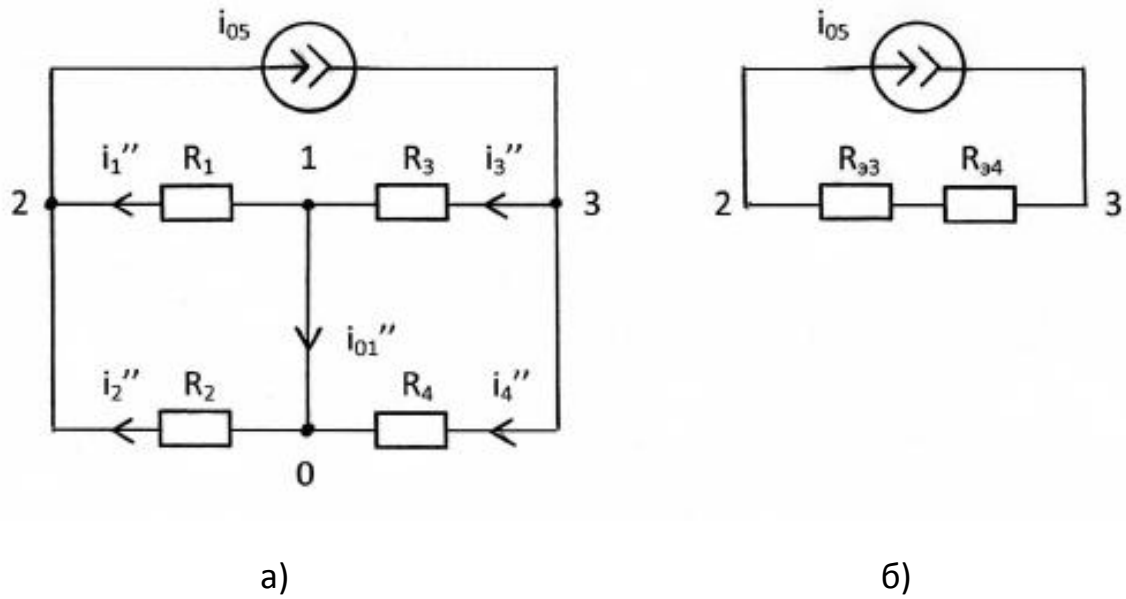

Рис. 2.12
**2.** Источник тока  $i_{01}$  в цепи оставлен, а источник напряжения удалён (рис. 2.12,а), т.е. вместо него показано короткое замыкание (провод). В схеме с одним источником на рис. 2.12 – источником тока с задающим током  $i_{01}$  вычисляем частичные токи  $i_1''$ ,  $i_2''$ ,  $i_3''$ ,  $i_4''$ ,  $i_{01}''$  путём эквивалентных преобразований схемы заданной цепи.
В схеме на рис. 2.12,а) резисторы  $R_1$  и  $R_2$  ( $R_3$  и  $R_4$ ) соединены параллельно, так как к ним приложено одно и то же напряжение  $u_{12}$  ( $u_{31}$ ).
Заменяем резисторы эквивалентным сопротивлением  $R_{э3} = R_1 \cdot R_2 / (R_1 + R_2) = 2100 / 100 = 21 \text{ Ом}$  ( $R_{э4} = R_3 \cdot R_4 / (R_3 + R_4) = 2500 / 100 = 25 \text{ Ом}$ ) (Рис. 2.12,б). Вычисляем частичные токи, используя закон Ома и первый закон Кирхгофа (ЗТК):  $u_{Rэ3} = i_{01} \cdot R_{э3} = 1 \cdot 21 = 21 \text{ В}$ ;  $u_{Rэ4} = i_{01} \cdot R_{э4} = 1 \cdot 25 = 25 \text{ В}$ ;